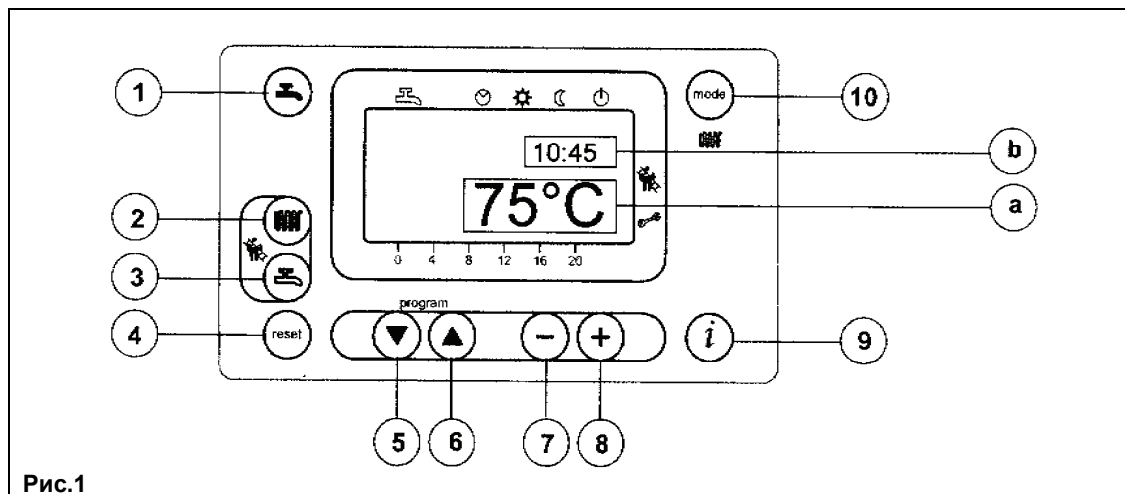
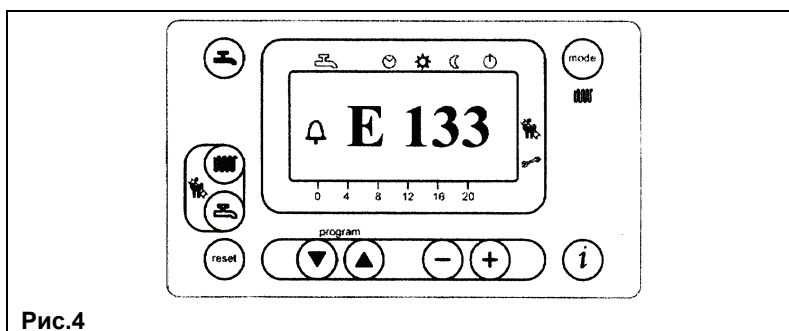

Рис.1
Рис.4
- Для установки значения температуры воды системы отопления нажмите кнопку (поз. 2, Рис. 1);
- нажмите одну из кнопок (поз. 1 или 10 Рис. 1) для запоминания значения и возврата в основное меню.
**Прим.** При подсоединенном датчике уличной температуры с помощью кнопки (поз. 2, Рис. 1) можно осуществлять смещение по климатическим кривым. Для увеличения или уменьшения комнатной температуры в отапливаемом помещении действуйте кнопками .
- Для установки максимального значения температуры воды системы ГВС нажмите кнопку (поз. 3, Рис. 1);
На основном дисплее (Рис. 1 а) одновременно с кодом неисправности высвечивается символ  (Рис. 4).
На дополнительном дисплее (Рис. 1 б) индикация неисправности происходит при помощи попеременно сменяющих друг друга кода неисправности и значения времени. В данном случае перезапуск котла возможен только после устранения причины неисправности.